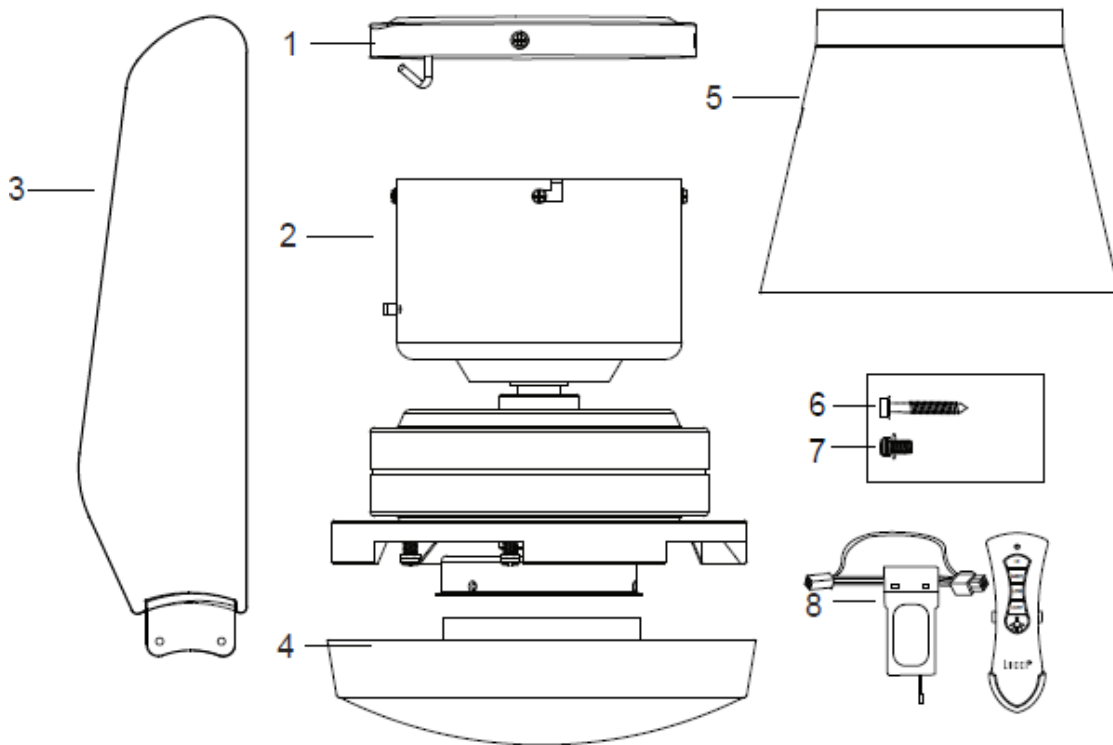

Fig. 1
- Esamine tutte le parti, dovrete avere il seguente elenco e la Fig.1: